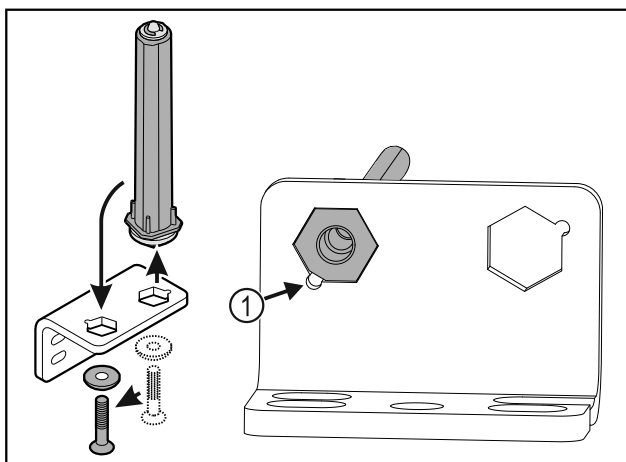

Fig. 30
- Lors de l'insertion de l'axe, veiller à ce que son chanfrein Fig. 30 (1) soit du côté du trou rond.